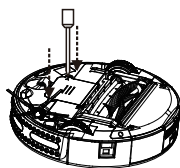

Figure 1
1. Отпустите винт с помощью отвертки, открыть основание. (См. рисунок 1)